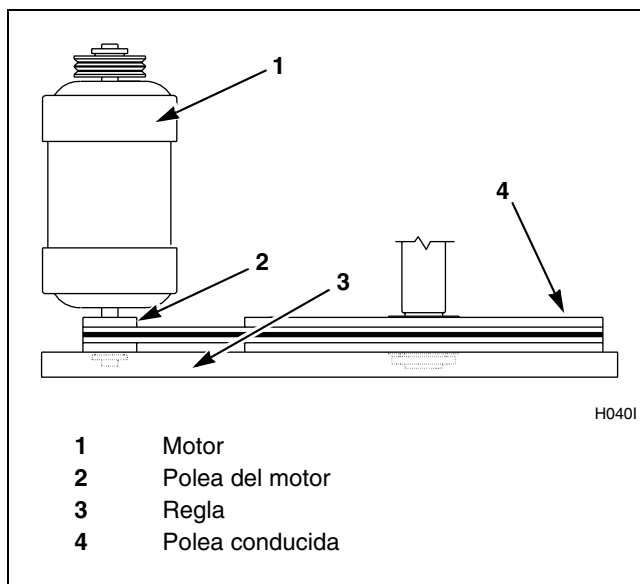

Figura 10
- b. En sistemas impulsados por polea de garganta, verifique la alineación colocando una regla entre ambas caras de la polea. La regla deberá hacer contacto con las poleas en cuatro lugares. Consulte la *Figura 10*.